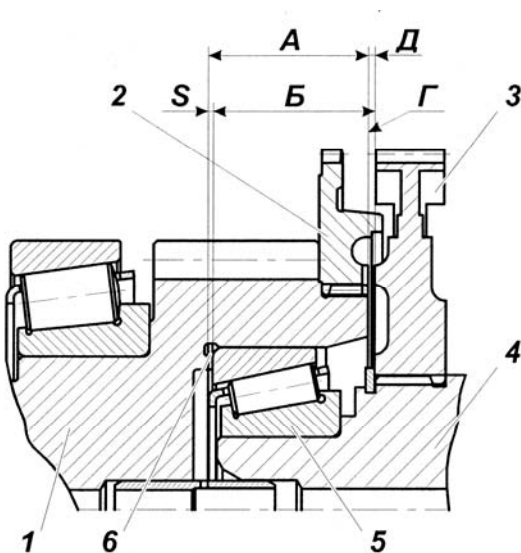

Рис. 111:
1. Подобрать необходимое количество установочных прокладок для обеспечения взаимного положения первичного и вторичного валов с монтажным размером  $D=0,3$  мм (рис. 111), для этого: